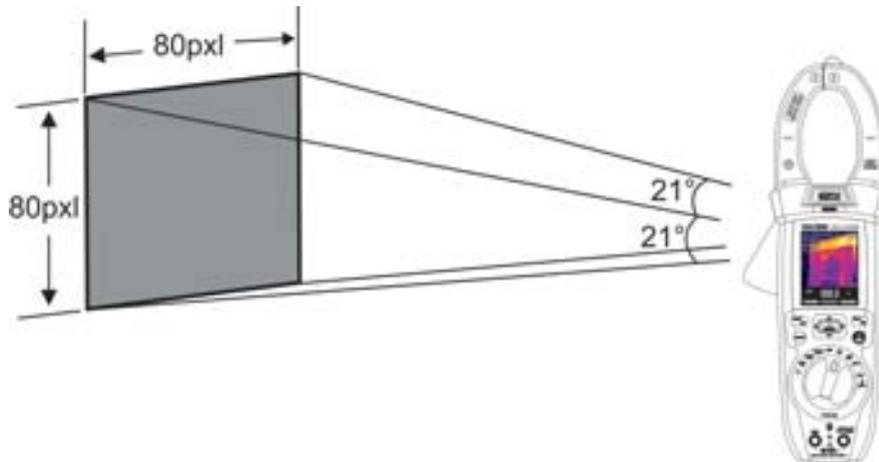

Fig. 43: Représentation du champ visuel (FOV) de l'instrument ECLIPSE
7. Pour des mesures précises de la température, s'assurer que la surface de l'objet testé soit toujours plus grande que la surface effectivement mesurable par l'instrument, exprimée par son champ visuel (FOV = Field Of View). L'instrument ECLIPSE a un champ visuel égal à $21^\circ \times 21^\circ$ et un vecteur de mesure de 80×80 (6400) pxl comme le montre la Fig. 43